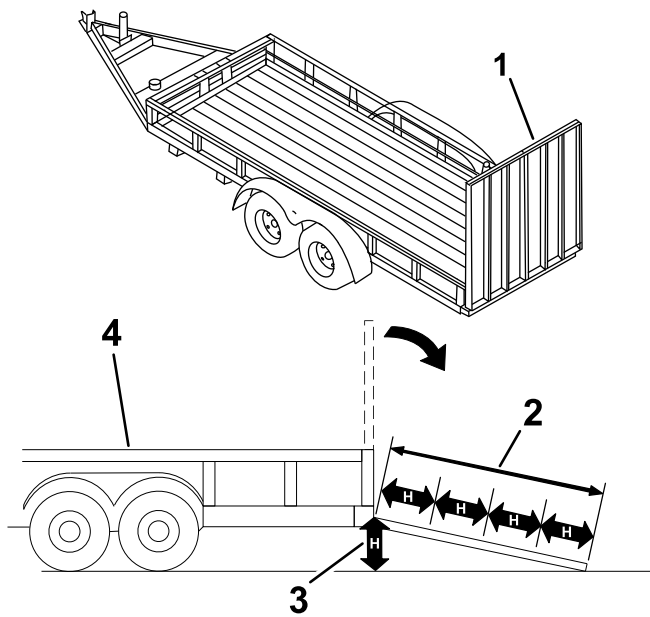

Figure 28
Le chargement d'une machine sur une remorque ou un camion augmente les risques de renversement et peut provoquer des blessures graves voire mortelles (Figure 28).
3. Abaissez la rampe (Figure 28).